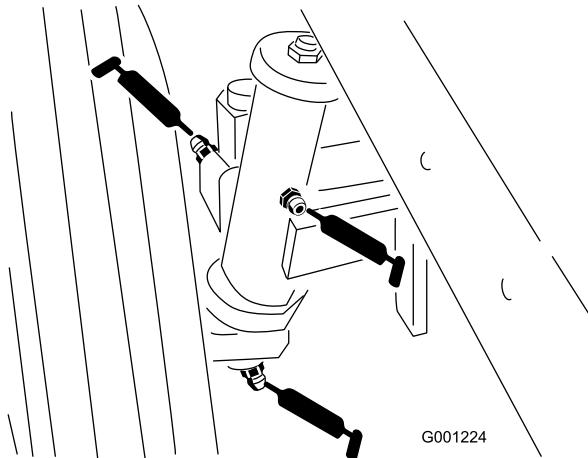

Figura 40
- Casquilhos do eixo da roda traseira (Figura 40)